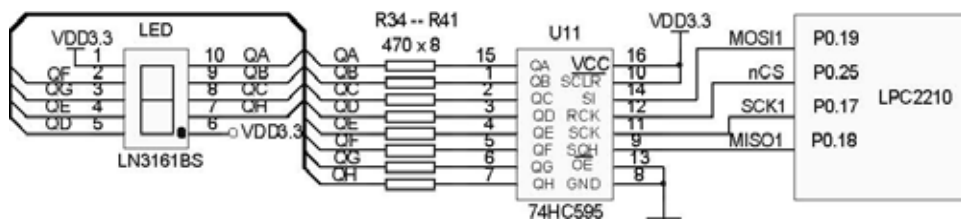

图2.3 LED 显示SPI 接口板
(2) 用户可以按照原理图自己准备一个SPI 接口子板用于LED 实验。通过SPI 接口和LPC2210 相连接，见图2.3。